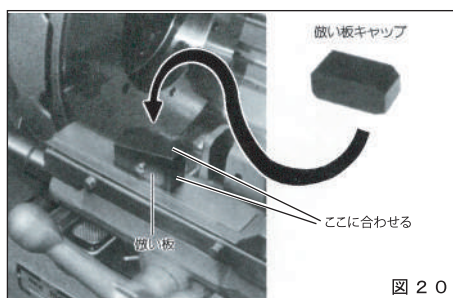

図 20
- ③ 付属の做い板キャップを往復台の做い板の上面と側面に合わせてかぶせてください。（図 20）